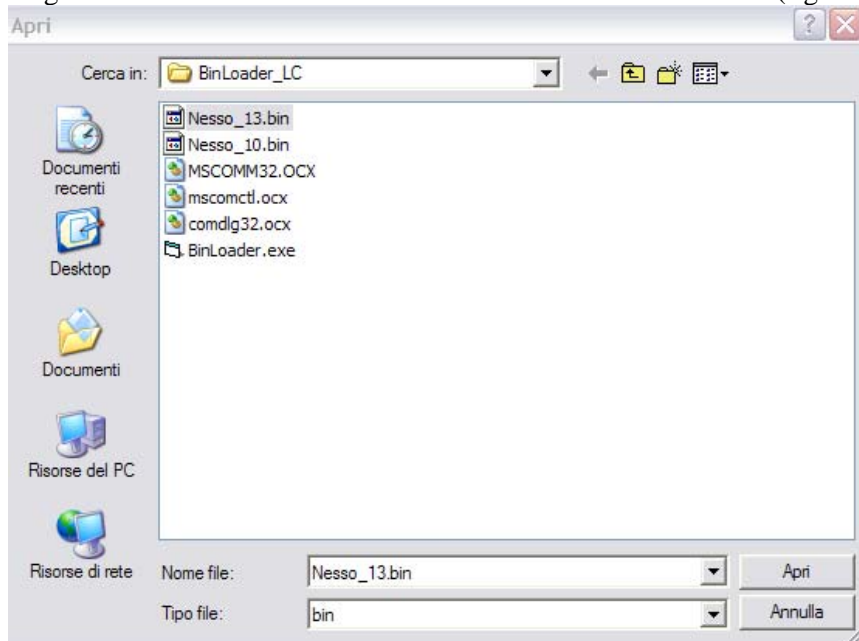

Figura 3 : selezione del file binario
2. sfogliare le cartelle del PC* e selezionare il file con APRI (figura 3)